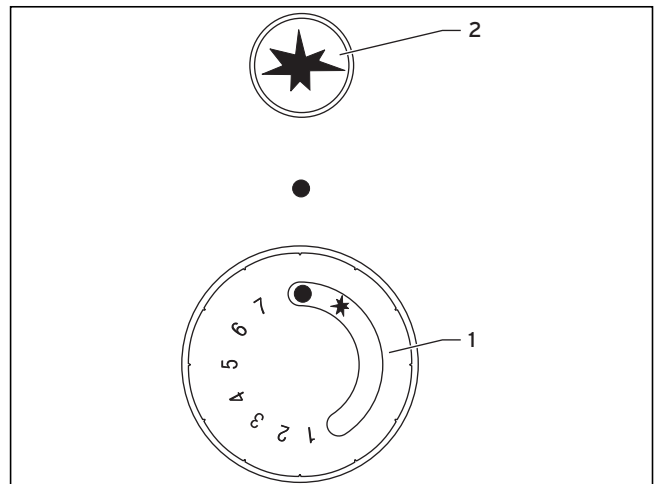

Abb. 4.2 Bedienungsknopf und Druckknopf
- Bedienungsknopf (1) in Zündposition \* (Abb. 4.2) drehen und eindrücken.
- Druckknopf (2) für die Piezozündung \* zum Zünden der Zündflamme mehrfach eindrücken, bis die Zündflamme brennt. Bedienungsknopf (1) ca. 10 Sekunden eingedrückt halten.
- Bedienungsknopf (1) loslassen. Erlischt die Zündflamme, darf der Zündvorgang erst nach 3 Minuten Wartezeit wiederholt werden.
- Wenn die Zündflamme brennt, die gewünschte Temperatur einstellen. Dazu den Bedienungsknopf (1) zum Beispiel auf die Zahl 4 drehen.